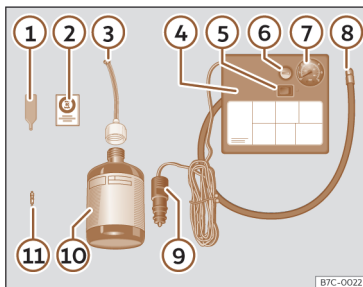

Fig. 198 Representação standard: conteúdo do kit antifuros.
O kit antifuros está localizado na bagageira, por baixo do revestimento do piso. Inclui os seguintes componentes >>> **Fig. 198**:
- Desenrosque a proteção e o obus da válvula do pneu. Utilize o aparelho >>> **Fig. 198** ① para retirar o obus. Coloque-o numa superfície limpa.
- Agite com força a garrafa de vedante de pneus >>> **Fig. 198** ⑩.
- Enrosque o tubo de enchimento >>> **Fig. 198** ③ na garrafa de vedante. O selo da garrafa partir-se-á automaticamente.
- Remova o tampão do tubo de enchimento >>> **Fig. 198** ③ e enrosque a extremidade aberta do tubo na válvula do pneu.
- Volte a colocar o obus com o aparelho >>> **Fig. 198** ① na válvula do pneu.
- Enrosque o tubo de enchimento do pneu do compressor >>> **Fig. 198** ⑧ na válvula do pneu.
- Verifique se o parafuso de evacuação de ar está fechado >>> **Fig. 198** ⑥.
- Ligue o conector >>> **Fig. 198** ⑨ a uma tomada de corrente de 12 volts do veículo >>> **Página 240**.
- Ligue o compressor de ar com o interruptor ON/OFF >>> **Fig. 198** ⑤.
- Cole o autocolante >>> **Fig. 198 ②** no painel de instrumentos, dentro do campo visual do condutor.
Volte a enroscar o tubo de enchimento >>> **Fig. 198 ⑧** e verifique a pressão no manómetro **⑦**.